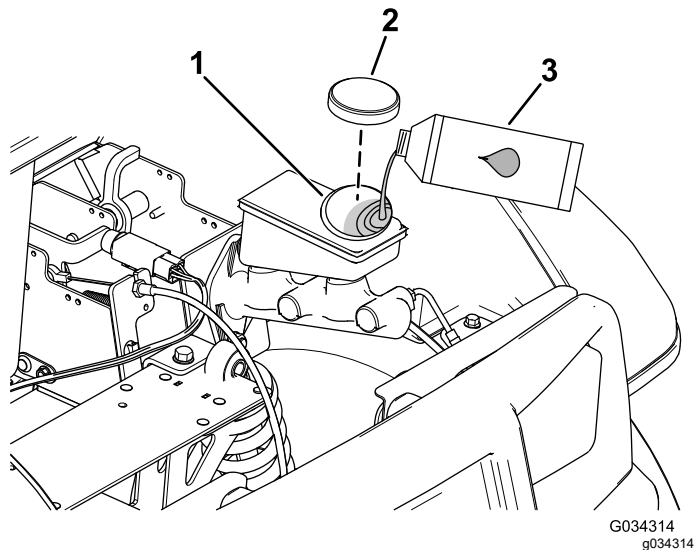

Bild 64
4. Heben Sie die Haube an, um den Hauptbremszylinder und den Behälter zugänglich zu machen (Bild 64).
- A. Reinigen Sie den Bereich um den Behälterdeckel und nehmen den Deckel ab (Bild 64).
- C. Schrauben Sie den Behälterdeckel wieder auf (Bild 64).